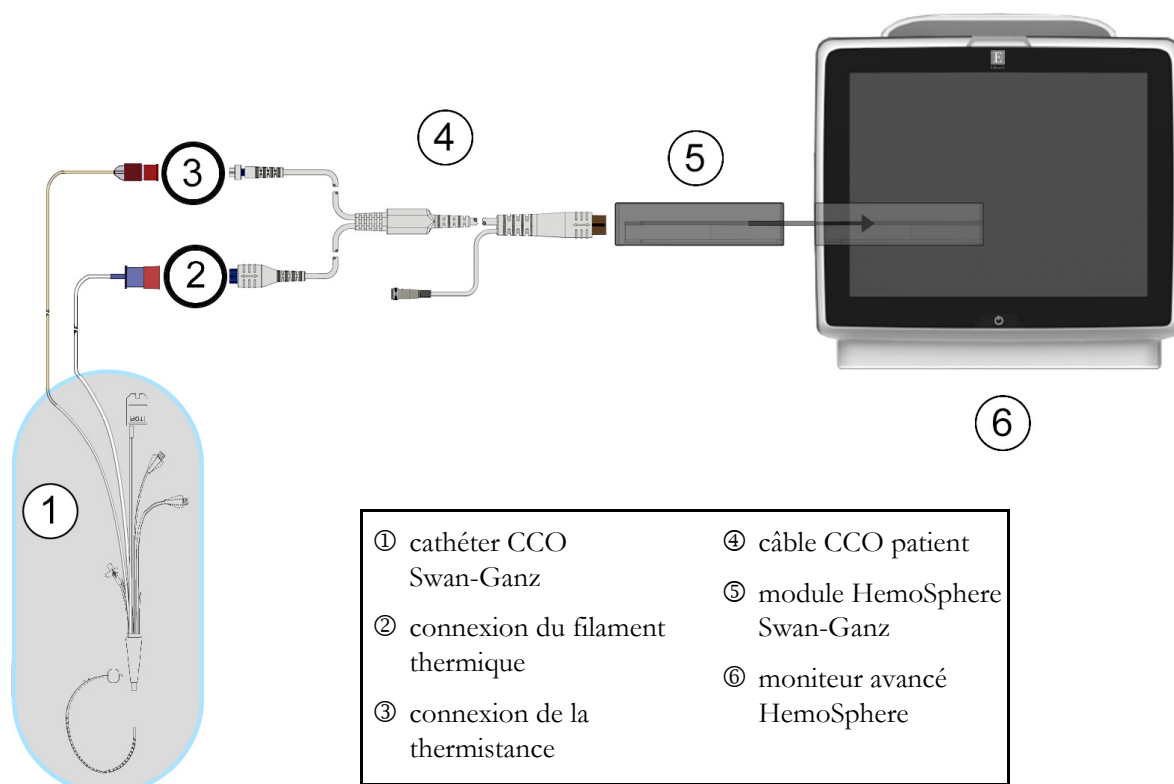

Figure 9-4 Présentation des connexions DC
- 2 Connecter l'extrémité dotée du cathéter du câble patient aux connecteurs de thermistance et de filament thermique sur le cathéter CCO Swan-Ganz. Ces connexions sont désignées par les numéros ② et ③ dans la figure 9-4 à la page 162.